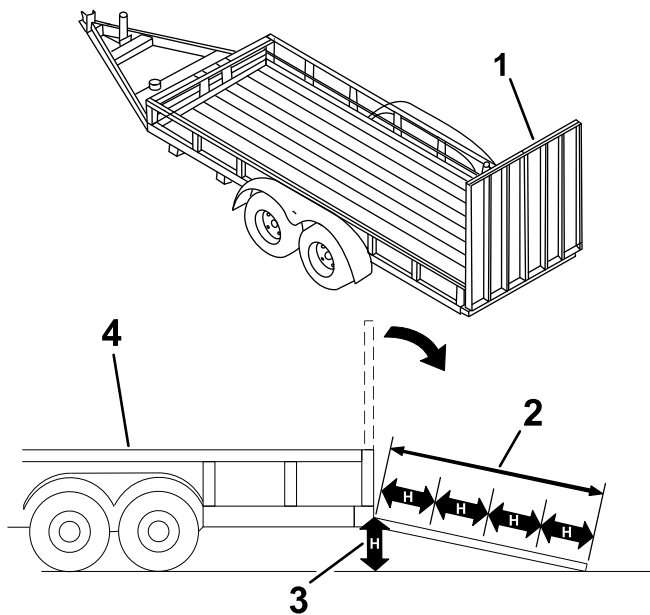

Figure 27
Le chargement de la machine sur une remorque ou un camion augmente le risque de basculement, et donc de blessures graves ou mortelles (Figure 27).
3. Abaissez la rampe (Figure 27).